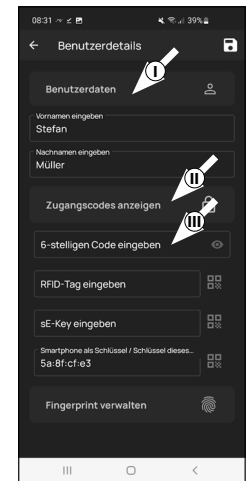

Fig. 3
En este apartado se pueden almacenar los medios de apertura deseados para el usuario (II) (Fig. 3). La apertura de la cerradura a través del smartphone se almacenó automáticamente en el perfil de usuario del primer usuario (III) (Fig. 3).